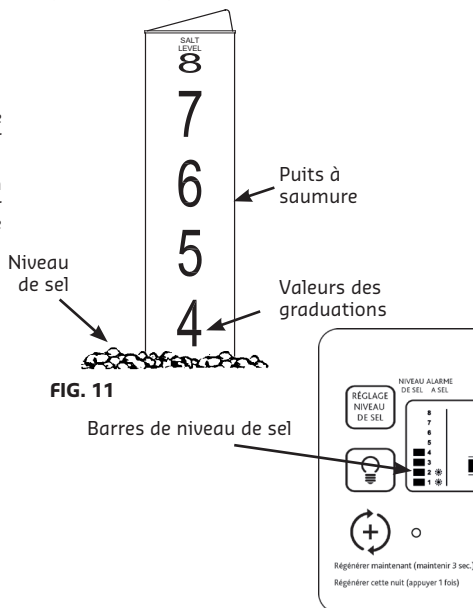

FIG. 11
2. La jauge de sel, sur le puits à saumure dans le réservoir, est graduée de 0 à 8 (ou de 0 à 5, selon le modèle) Cf. Figure 11. Lire la graduation la plus élevée ou la plus proche du sel égalisé.
3. Appuyer sur la touche RÉGLAGE NIVEAU DE SEL autant de fois que nécessaire, jusqu'à ce que les barres du niveau de sel de l'afficheur (cf. Fig. 11) correspondent à la valeur de la graduation sur le puits à saumure. Au niveau 2 ou moins, le voyant de faible niveau de sel clignotera.